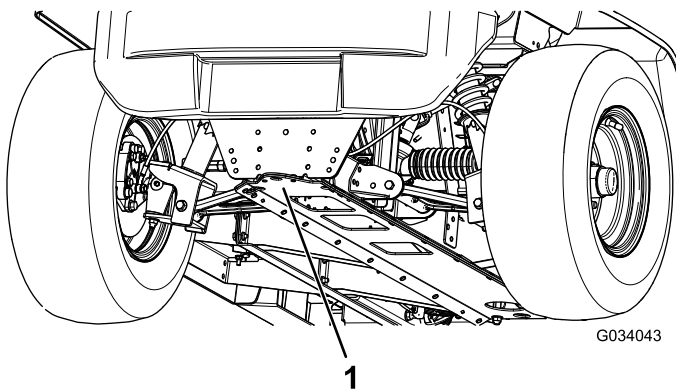

Bild 24
- Die vordere Hebestelle der Maschine befindet sich vorne am Rahmen hinter der Anhängerkupplung (Bild 24).